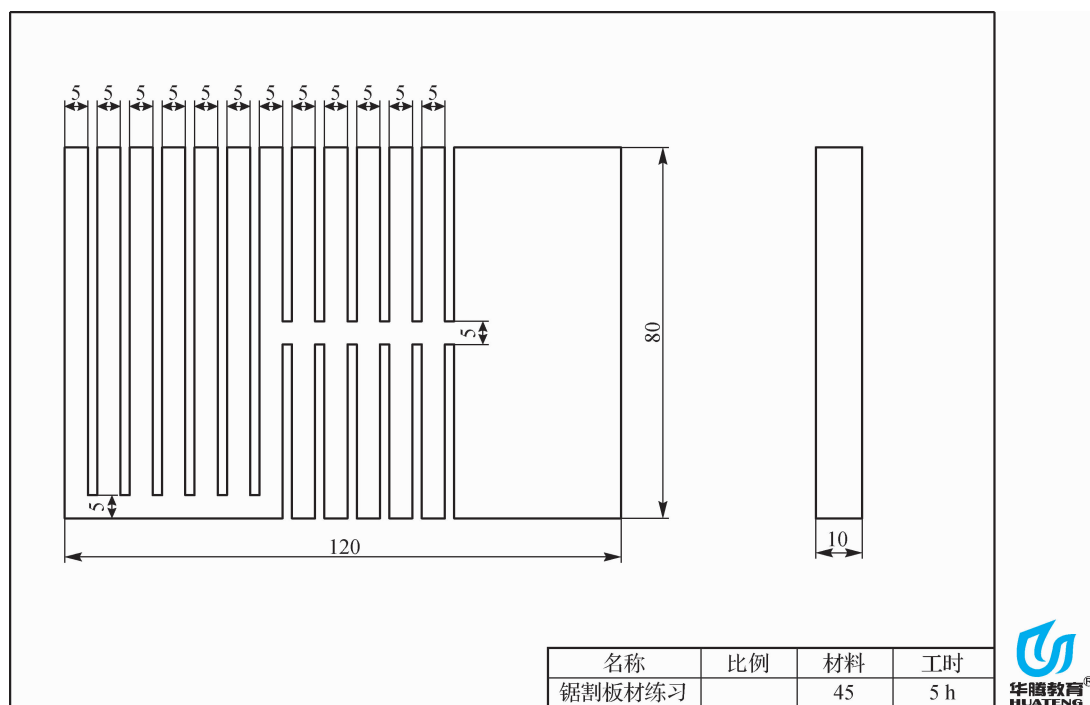

图 3-1 锯割板材
完成如图 3-1 所示工件的锯割。
- (1)参照图 3-1 的要求,在板料上划出锯割线。
- (2)进行工件安装和锯条安装。
- (3)对板料进行锯割练习,练习中掌握正确的锯削姿势和起锯方法;体会锯削动作的协调性及锯割力量的把握;学会观察锯缝的平直情况,能及时纠偏。